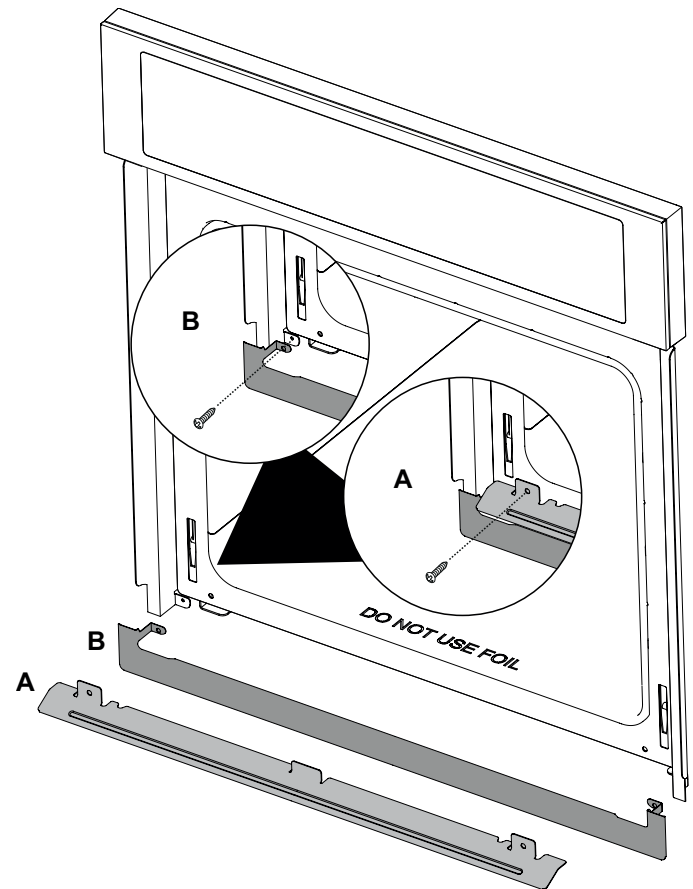

Figure 8: Garniture inférieure
A. Placez l'inverseur de circulation d'air (A) comme illustré à la figure 8. Alignez les emplacements des vis et fixez les deux extrémités.
B. Placez la garniture de couleur assortie (B) comme indiqué. Alignez les emplacements des vis et fixez les deux extrémités.